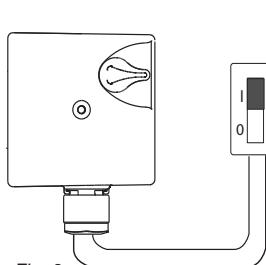

Fig. 6
Estas operaciones hay que realizarlas de la siguiente manera (fig. 6)
- открутить выпускную заглушку и повернуть вал насоса с помощью отвертки (рис. 6);
Если помещение отапливается слаба необходимо увеличить число оборотов насоса, однако в трубопроводах и, особенности запорной аппаратуре (например, терmostatickem клапане) могут возникнуть шумы. Они устраняются переключением насоса на меньшие числа оборотов. Скорость устанавливается следующим образом (Рис.6):